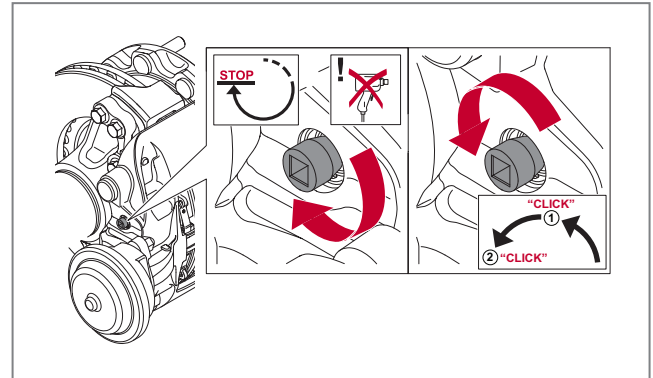

Abb. 10 - Grundeinstellung
2. Dann drehen Sie die Rückstellwelle 2 Klicks gegen den Uhrzeigersinn auf, *siehe* ► *Abb. 10*. Das ist die Vorgehensweise für die Grundeinstellung nach erfolgter Reparatur oder Bremsbelagwechsel.